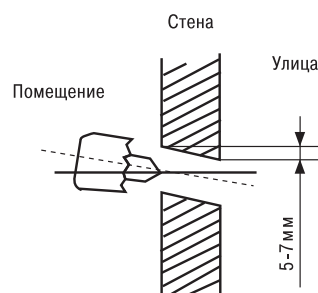

Рис. 4
- Определите расположение отверстия относительно монтажной пластины. Просверлите одно отверстие  $\varnothing 65$  мм с небольшим уклоном вниз изнутри наружу (как показано на рис. 4).